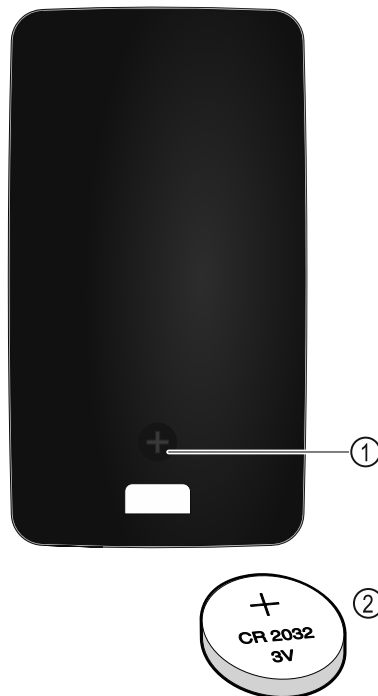

Fig. 229
Дистанционното управление се захранва от батерия тип CR 2032 с 3V Fig. 229 (2), която се предлага от специализирани търговци на дребно.
- ▶ Отвинтете винта Fig. 229 (1) на капака на дистанционното управление.